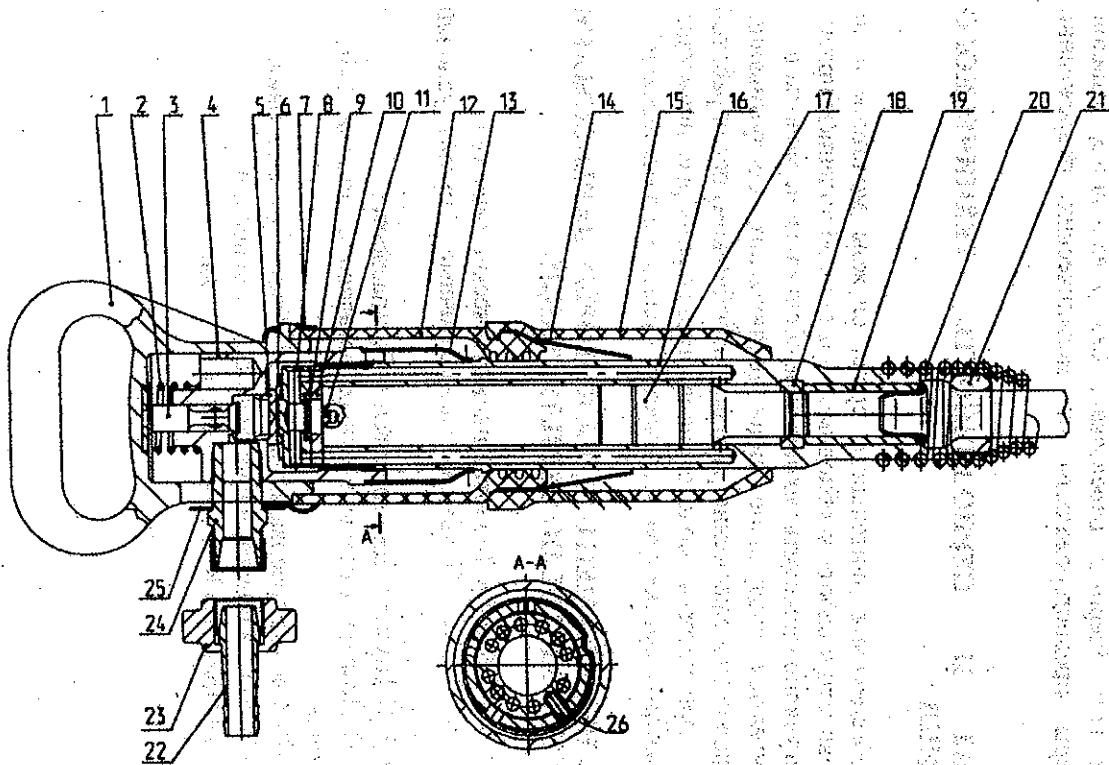
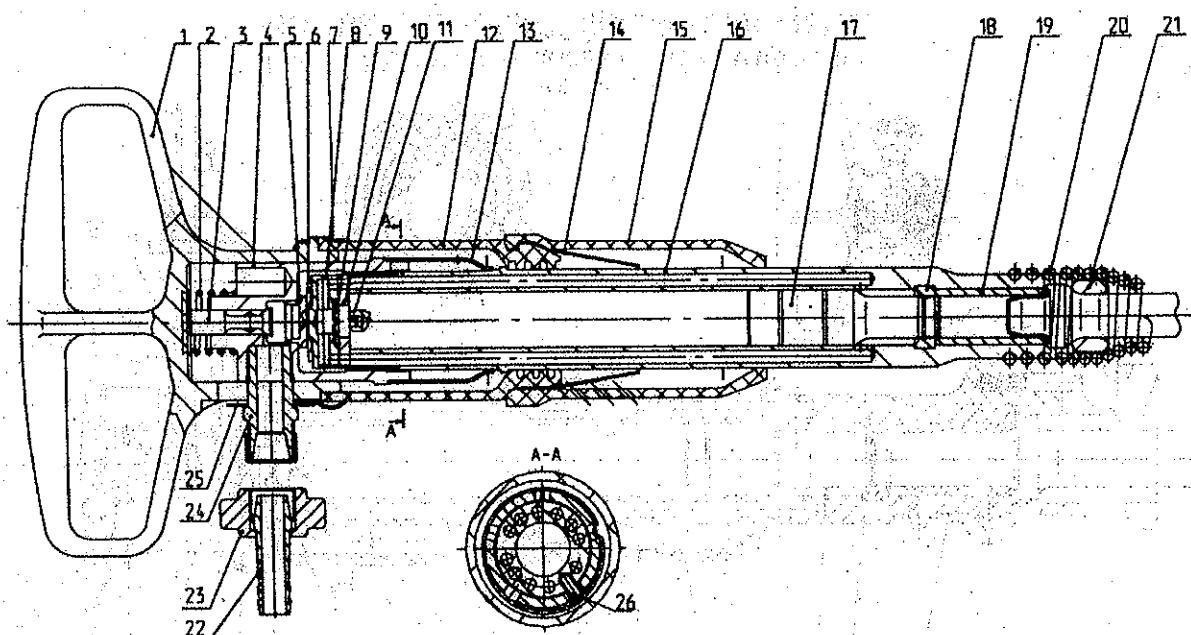

Рис. 1. Молоток отбойный пневматический МО-1Б (МО-2Б, МО-3Б)
Рис. 2. Молоток отбойный пневматический МО-4Б
7.1. Молоток (рис. 1, 2, 3) представляет собой поршневую пневматическую машину ударного действия с клапанным воздухораспределением, работающую под действием сжатого воздуха.
7.7. Для молотков МО-1Б, МО-2Б, МО-3Б, МО-4Б присоединение рукава осуществляется с помощью накидной гайки 23 и ниппеля 22 (рис. 1 и рис. 2).
9.1 Разборку молотка для устранения неисправностей, профилактического осмотра или его консервации производите в следующей последовательности (рис. 1, 2, 3):